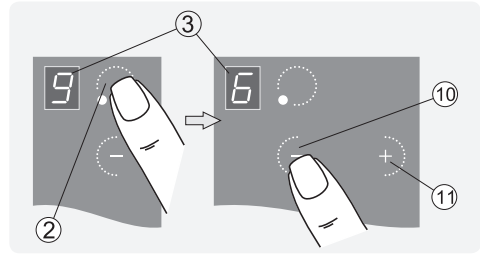

Рис.7
1. Работавшую конфорку касанием зоны ② перевести в режим управления (рис. 7).